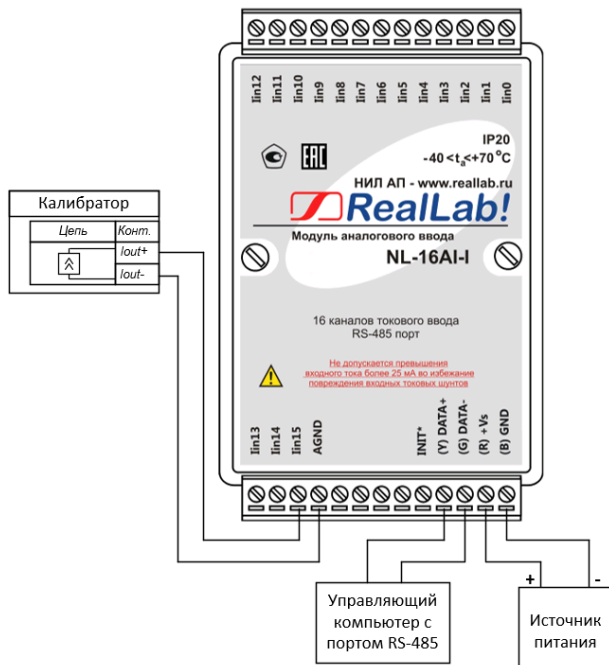

Рис. 4.1. Схема подключения калибратора к юстируемому каналу модуля
Источник тестового напряжения подключают к калибруемому каналу модуля, между входом и аналоговой землей AGND (рис. 4.1). Вывод AGND не следует соединять с защитным заземлением лаборатории. Образцовый вольтметр подключают к входу модуля. Если образцовый вольтметр и источник тестового напряжения питаются от сети, их корпуса должны быть заземлены для уменьшения емкостной наводки из сети 50 Гц (рис. 4.1). Все приборы, подлежащие защитному заземлению, должны быть подсоединены к одной и той же общей клемме заземления. Один из выводов источника калиброванного напряжения можно соединить с заземлением, если это указано в инструкции по его эксплуатации. Приборы, имеющие батарейное питание, заземлять не следует.
- подключить источник тестового тока (калибратор) к юстируемому каналу модуля проводом минимальной длины (см. рис. 4.1).